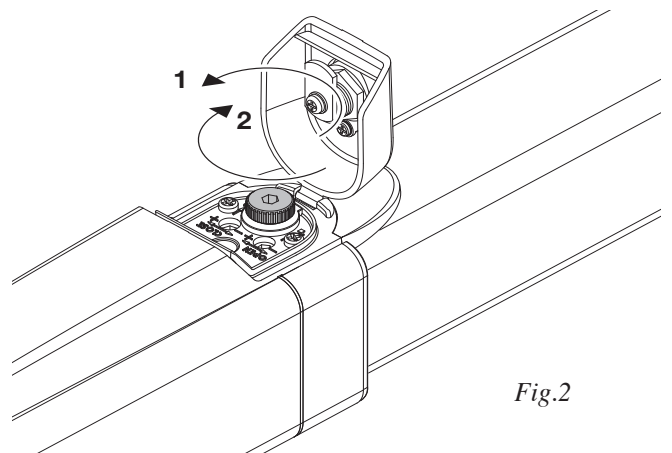

Fig.2
- Tourner la poignée dans le sens inverse des aiguilles d'une montre pour débloquer l'automatisme. (Fig.2)